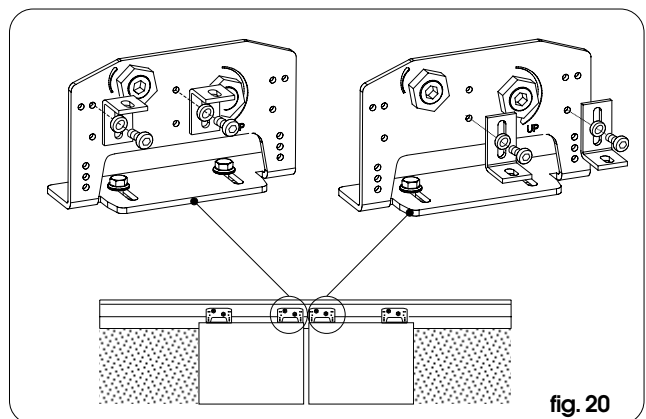
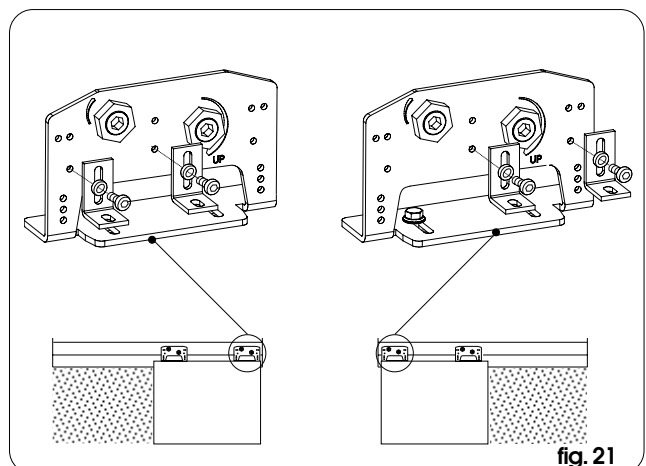

fig. 20
fig. 21
- Monteer de steunen van de verplaatsingsstangen op de wagens zoals op fig. 20 (tweevleugelige deur) en fig. 21 (eenvleugelige deur).